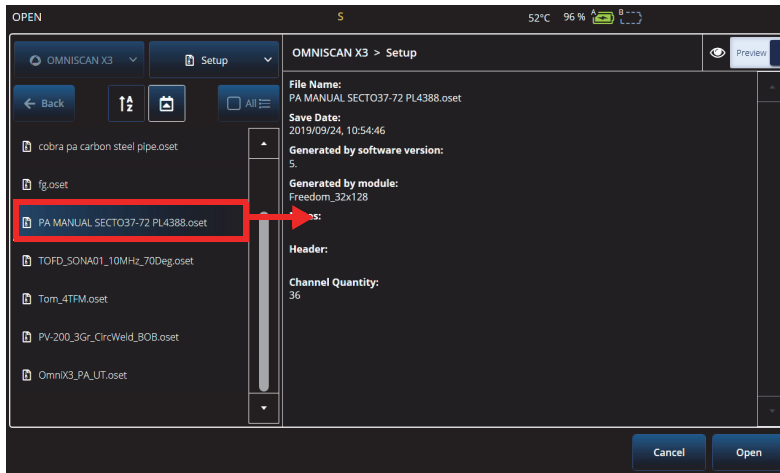

Figura 6-2 Menu Open
- Per aprire un file, selezionare **Open** (apri) nel menu  File (Figura 6-1 a pagina 207) e in seguito selezionare la directory del file. È possibile aprire il file di configurazione o il file di dati selezionando il tipo di file. È inoltre possibile ordinare i file in ordine alfabetico o di data mediante l'icona **Filter** (filtro) e visualizzare in anteprima il file selezionato (Figura 6-2 a pagina 208).